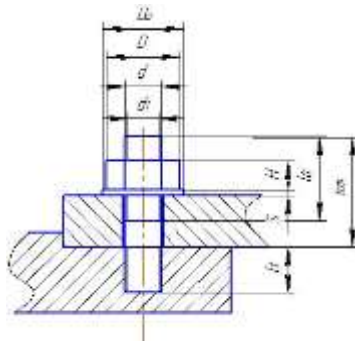

Рисунок 2 – Упрощенное соединение шпилькой
7. По расчетам выполняем упрощенное соединение шпилькой (смотри рисунок 2).